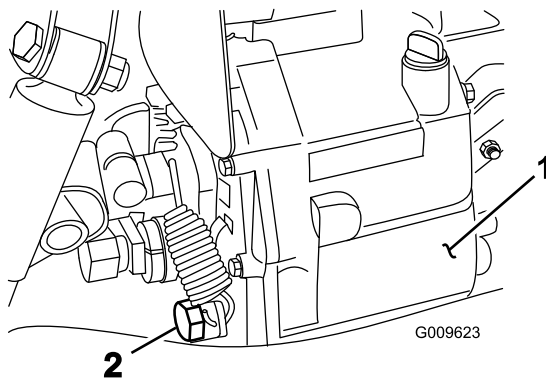

Figura 76
2. Retire el tapón de vaciado del lado del depósito y deje que se drene el aceite hidráulico en el recipiente (Figura 76).